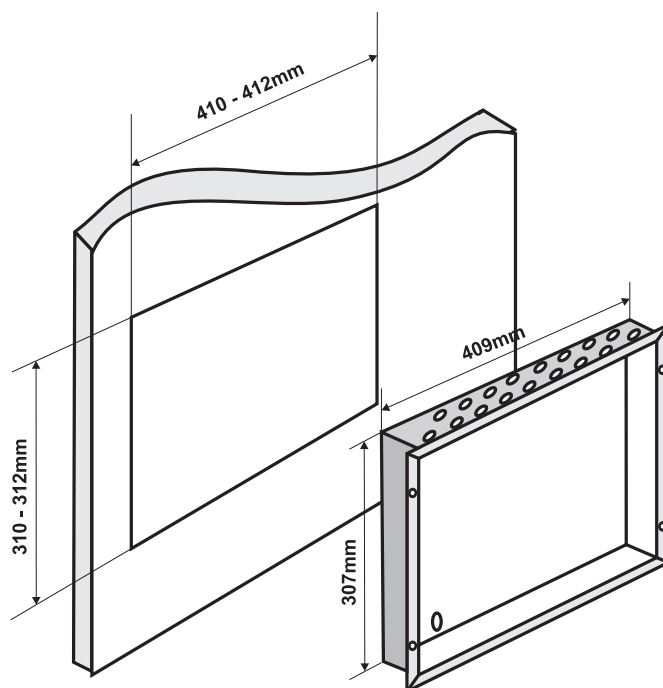

Figura 4. Dimensões da parte inferior de metal e orifício de montagem.
- Use as dimensões fornecidas na Figura 4 para delinear e cortar o orifício de montagem na parede de gesso.